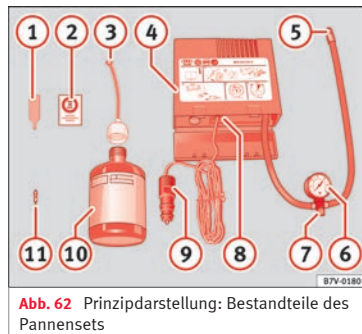

Abb. 62 Prinzipdarstellung: Bestandteile des Pannensets
- Ventilkappe und Ventileinsatz vom Reif Ventil abschrauben. Verwenden Sie den Ventileinsatzdreher » **Abb. 62** (1) zum Heraus-schrauben des Ventileinsatzes. Legen Sie den Ventileinsatz auf einem sauberen Untergrund ab.
- Reifendichtmittelflasche kräftig schütteln » **Abb. 62** (10).
- Schrauben Sie den Einfüllschlauch » **Abb. 62** (3) auf die Dichtmittelflasche. Die Folie am Verschluss wird automatisch durchstoßen.
» **Abb. 62** ③ entfernen und das offene Ende ganz auf das Reifenventil stecken.
» **Abb. 62** ① wieder in das Reifenventil schrauben.
- Reifenfüllschlauch » **Abb. 62** ⑤ des Luftkompressors fest auf das Reifenventil schrauben.
» **Abb. 62** ⑦ zuge dreht ist.
- Stecker » **Abb. 62** ⑨ in die 12 Volt-Steckdose des Fahrzeugs stecken »  Seite 186.
- Luftkompressor mit dem EIN- und AUS-Schalter » **Abb. 62** ⑧ einschalten.